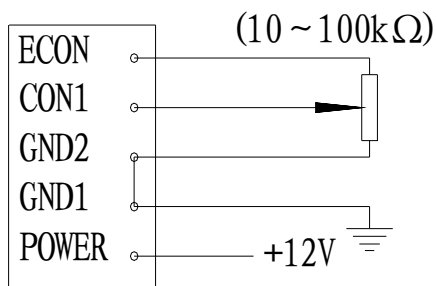

图14: 手动控制的接法
②缺相保护电路检测的是模块输入端电压, 而非输出端电压。当两个发光二极管同时点亮时, 则表示出现缺相保护。
3、手动(电位器调节)、计算机、仪表等各种控制信号输入方法见图14~17。